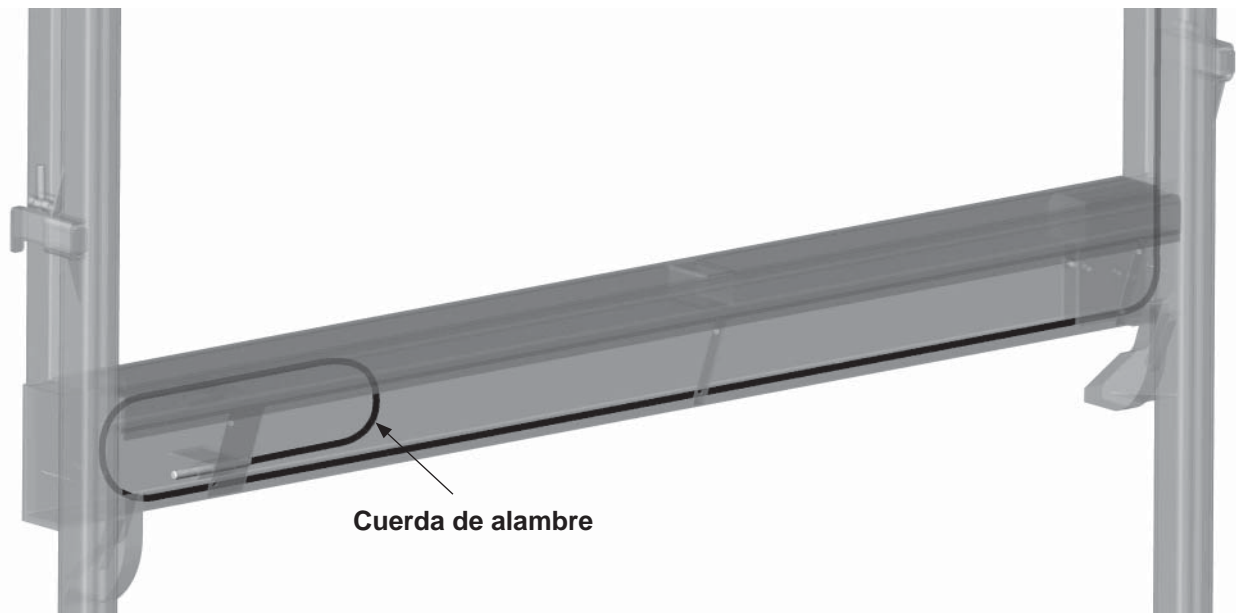

Fig. 22-2
5. Para la instalación de una cuerda de alambre mas larga en la columna derecha, use el mismo procedimiento usado para la columna izquierda. Jalar aproximadamente de 11 a 12 pies de cuerda de alambre hacia dentro del ensamble de marco principal. Ver **Fig. 22-2**.